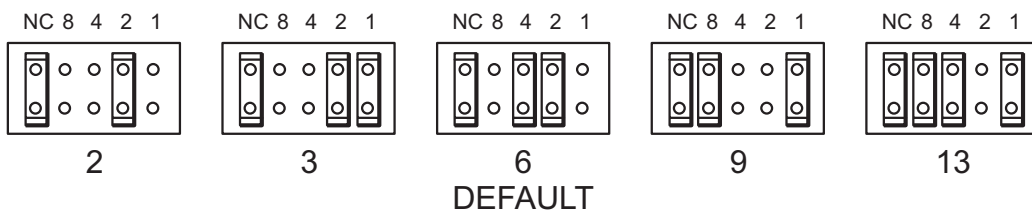

図 3a: SCSI ID の確認
SCSI ID はドライブの背面のピンにジャンパを差して設定します。ピンセットまたは小さなプライヤを使って目的の SCSI ID に対応するパターンにジャンパを移動します (図 3a を参照)。ジャンパを取り付けない場合、ファームウェアによりドライブはデフォルトの SCSI ID 6 に設定されます。ジャンパを取り付ける場合は、必ず左ジャンパ (NC) を使用します。